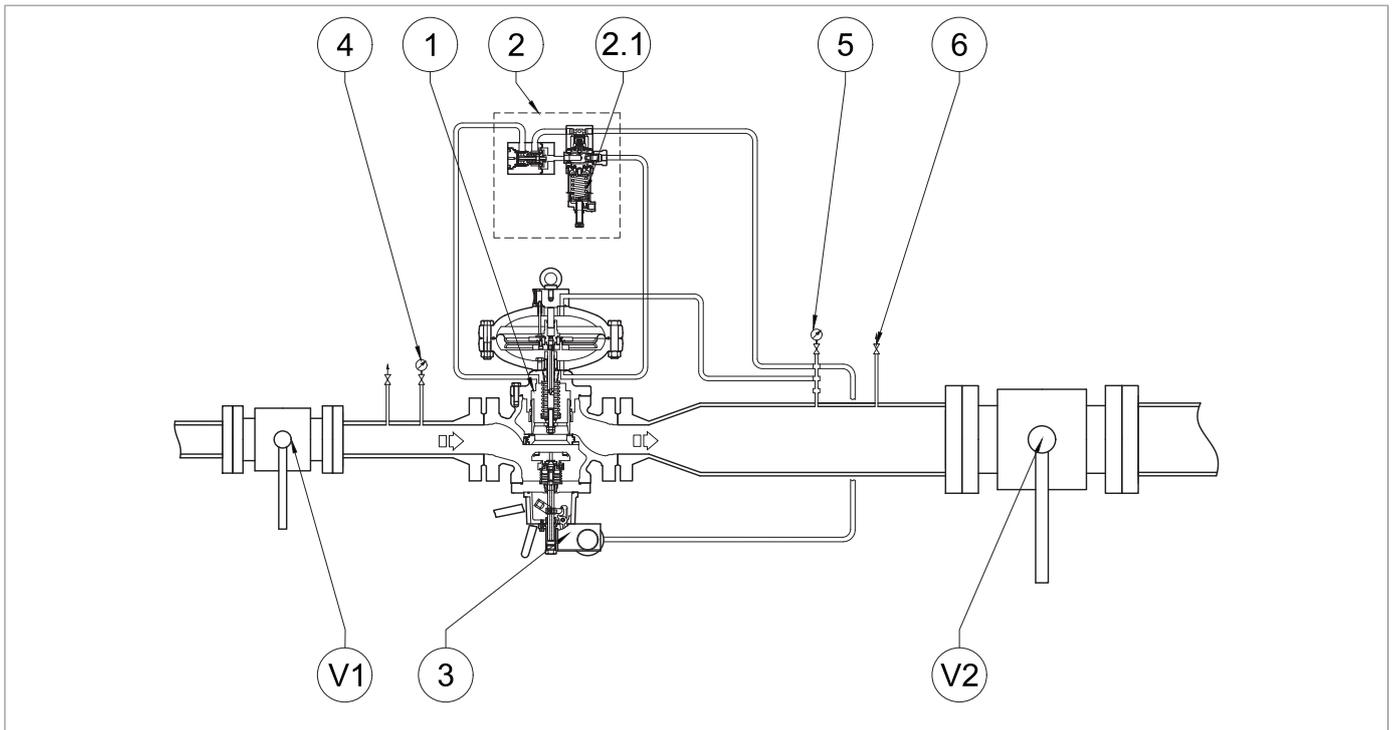
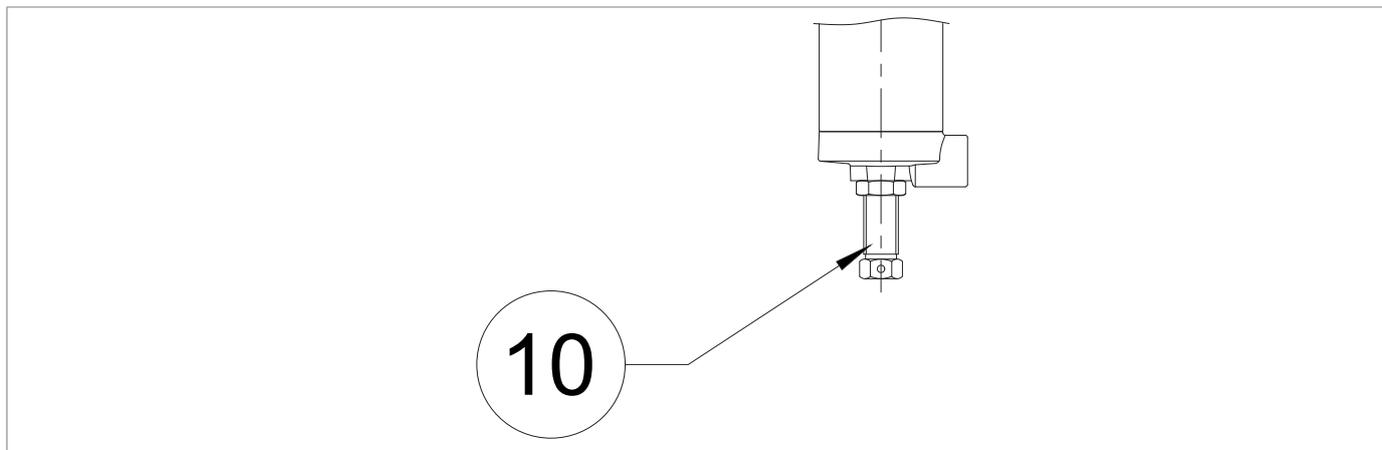

Рис. 8.32. SB/82 Встроенное уплотнение закрытия блокирующего клапана
Рис. 8.37. Пилоты серии 200/A
9	а- ДЛЯ ПЕРВОГО ЗАПУСКА В ЭКСПЛУАТАЦИЮ ЛИНИИ РЕГУЛИРОВАНИЯ Если давление на выходе (Pd) не равняется требуемому давлению тарирования, действовать следующим образом: <ul style="list-style-type: none"> значение давления на выходе (Pd) ниже требуемого значения тарирования: увеличить напряжение пружины тарирования пилота (Рис. 8.32, дет. 2.1), поворачивая по часовой стрелке регулирующий винт (Рис. 8.37, дет. 10) значение давления на выходе (Pd) выше требуемого значения тарирования: уменьшить напряжение пружины тарирования пилота (Рис. 8.32, дет. 2.1), поворачивая по часовой стрелке регулирующий винт (Рис. 8.37, дет. 10) б- ПОСЛЕ ТЕХОБСЛУЖИВАНИЯ РЕГУЛИРУЮЩЕЙ ЛИНИИ <ul style="list-style-type: none"> увеличить напряжение пружины тарирования пилота (Рис. 8.32, дет. 2.1), поворачивая регулировочный винт (Рис. 8.37, дет. 10) по часовой стрелке, чтобы увеличить давление регулятора (3)